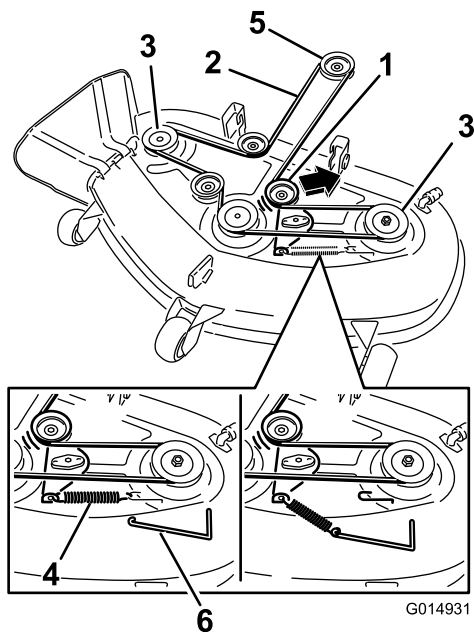

Figure 63
5. À l'aide d'un outil de dépose de ressort (réf. Toro 92-5771), décrochez le ressort du crochet sur le tablier pour détendre la poulie de tension et déchaussez la courroie des poulies (Figure 63).
6. Acheminez la courroie neuve autour de la poulie du moteur et des poulies du tablier de coupe (Figure 63).
7. À l'aide d'un outil de dépose de ressort, accrochez le ressort au crochet situé sur le tablier pour tendre la poulie de tension et la courroie du tablier de coupe (Figure 63).